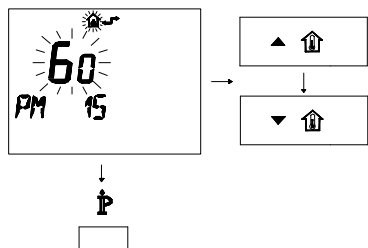

Figura 5.29
- Modificare il SET programmato agendo sui pulsanti ▲ ⬆️ o ▼ ⬆️ fino a visualizzare un **set di 60**, aspettare che il numero programmato cominci a lampeggiare (Figura 5.29)